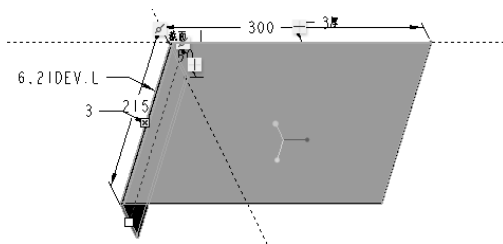

图 2-80 钣金第一壁
- (1) 什么是钣金成型特征？在创建钣金成型特征的参考模型时，应该需要注意哪些细节或事项？
- (2) 什么是平整成型？在创建平整成型特征时，应该考虑哪些细节问题？
- (3) 什么是冲压边？请举例进行说明。
(4) 如何区别凸模成型与凹模成型?
(5) 操作练习: 首先创建一个拉伸壁作为钣金的第一壁, 如图 2-80 所示(图中的尺寸仅供参考, 钣金厚度为 3, 并要求其中的一个钣金面长为 300, 宽为 215, 其余自由设定)。